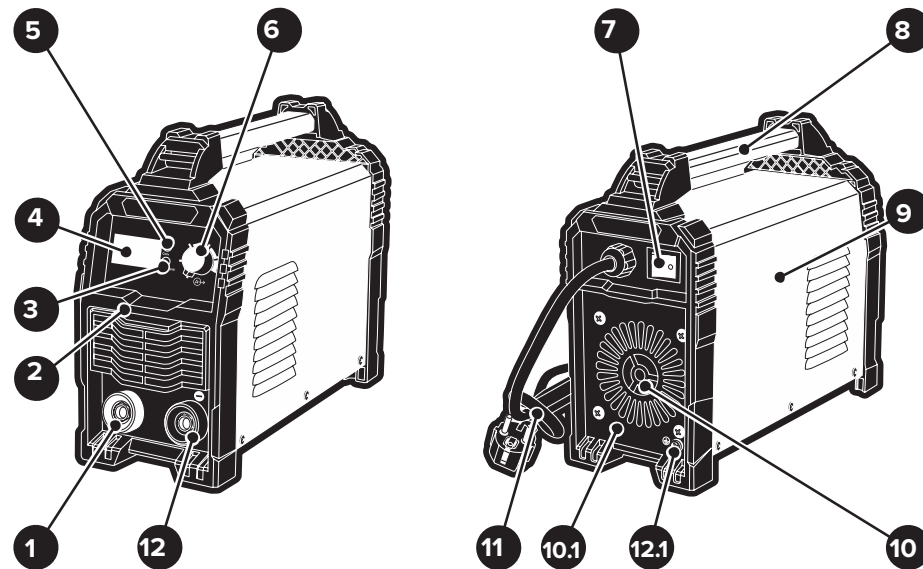

Рисунок 1 — Общий вид аппарата
- Выберите полярность сварки и подключите сварочный кабель с электрододержателем 14 и сварочный кабель с зажимом 13 к силовым клеммам 1 и 12 (см. рис. 1, 2, 3).
- С помощью регулятора 6 (см. рис. 1) и по дисплею 4 настройте силу сварочного тока согласно проводимым условиям работы.
• При сварке на постоянном токе следует учитывать, что при подключении свариваемых деталей к положительному полюсу (аноду) — силовая клемма 1 (см. рис. 1) выделяется больше тепла,